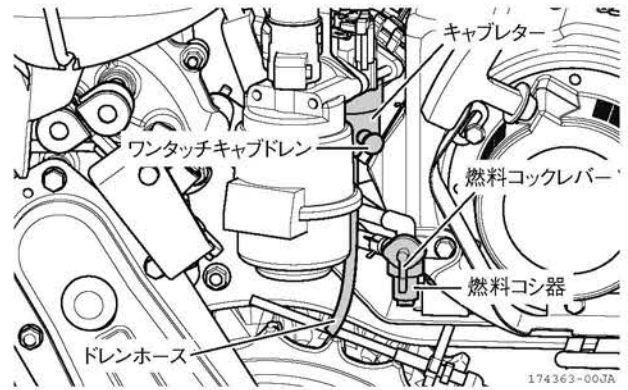

図 4-12 燃料の抜きかた
3. ワンタッチキャブドレンを引きます。キャブレター内の燃料がホースから出てきます。（図 4-12）
4. ホースから燃料が全部抜けきったら、ワンタッチキャブドレンを放します。（図 4-12）